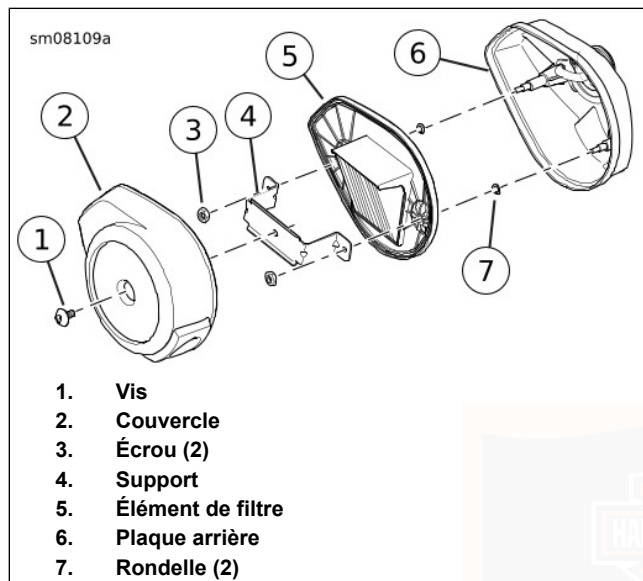

Figure 40. Filtre à air : Harley-Davidson Street 500 (XG500), Harley-Davidson Street 750 (XG750)
1. Voir Figure 40. Déposer la vis (1).
2. Déposer le couvercle (2).
3. Déposer les écrous (3).
4. Déposer le support (4).
5. Déposer l'élément de filtre (5).
8. Poser l'élément de filtre (5).
9. Poser le support (4).
10. Poser les écrous (3).